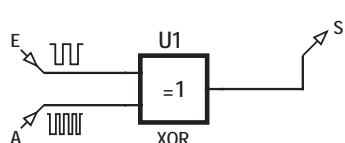
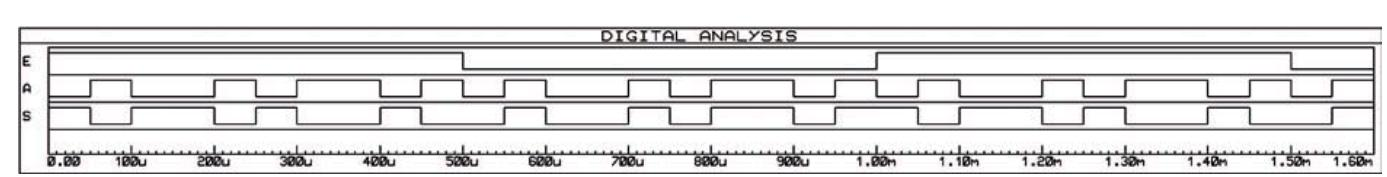
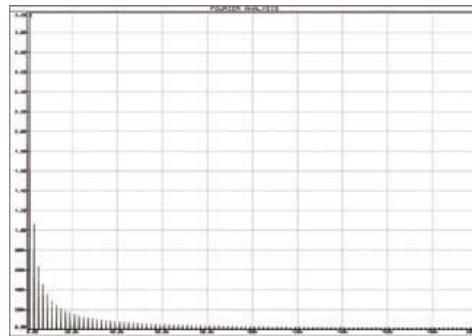

Bild 5. Ein ganz einfacher DSSS-Generator.
Bild 6. Das Ergebnis der Simulation.
Bild 7. Das Spektrum des zu übertragenden Signals.
**Bild 5** zeigt den einfachen Aufbau, mit welchem wir DSSS erzeugen und **Bild 6** zeigt das Ergebnis der Simulation.
Das Spektrum des Originalsignals wird in **Bild 7** wiedergegeben. Man erkennt unschwer, dass die Harmonischen, aus denen dieses Signal besteht, sich oberhalb 50 kHz stark abschwächen.
**Bild 5** zeigt den Schaltplan und **Bild 6** das geöffnete Gerät. Die Spule L1 besitzt zwei Anzapfungen für die unterschiedlichen Netzspannungen. Das ganze Gerät steht folglich unter Netzspannung! L1 bildet zusammen mit dem mechanischen Kontakt WH1 einen Wagner'schen Hammer, der gleichzeitig mit Hilfe der Exzenterwelle des Ein-/Ausschalters als Hauptschalter fungiert (**Bild 7**). Wird der Pansanitor eingeschaltet, schließt WH1 und in L1 baut sich ein Magnetfeld auf, wodurch WH1 öffnet. Damit wird der Stromfluss unterbrochen und die entstehende Induktionsenergie in C1 gespeichert. C1 hat eine Kapazität von  $0,025 \mu\text{F}$  und ist bis  $2 \text{kV}^\sim$  spannungsfest – zumindest war er das einmal. Bei diesem Methusalem von Kondensator sollte man es darauf nicht unbedingt ankommen lassen. Nach Zusammenbruch des Magnetfelds in L1 schließt WH1 wieder, worauf wieder Strom fließt und das Spiel von vorne beginnt. Die schon recht hohe Spannung wird durch den Tesla-Transformator aus der Primärspule L2 und der Sekundärspule L3 weiter hoch transformiert. L2 besteht aus zwei hintereinander geschalteten,